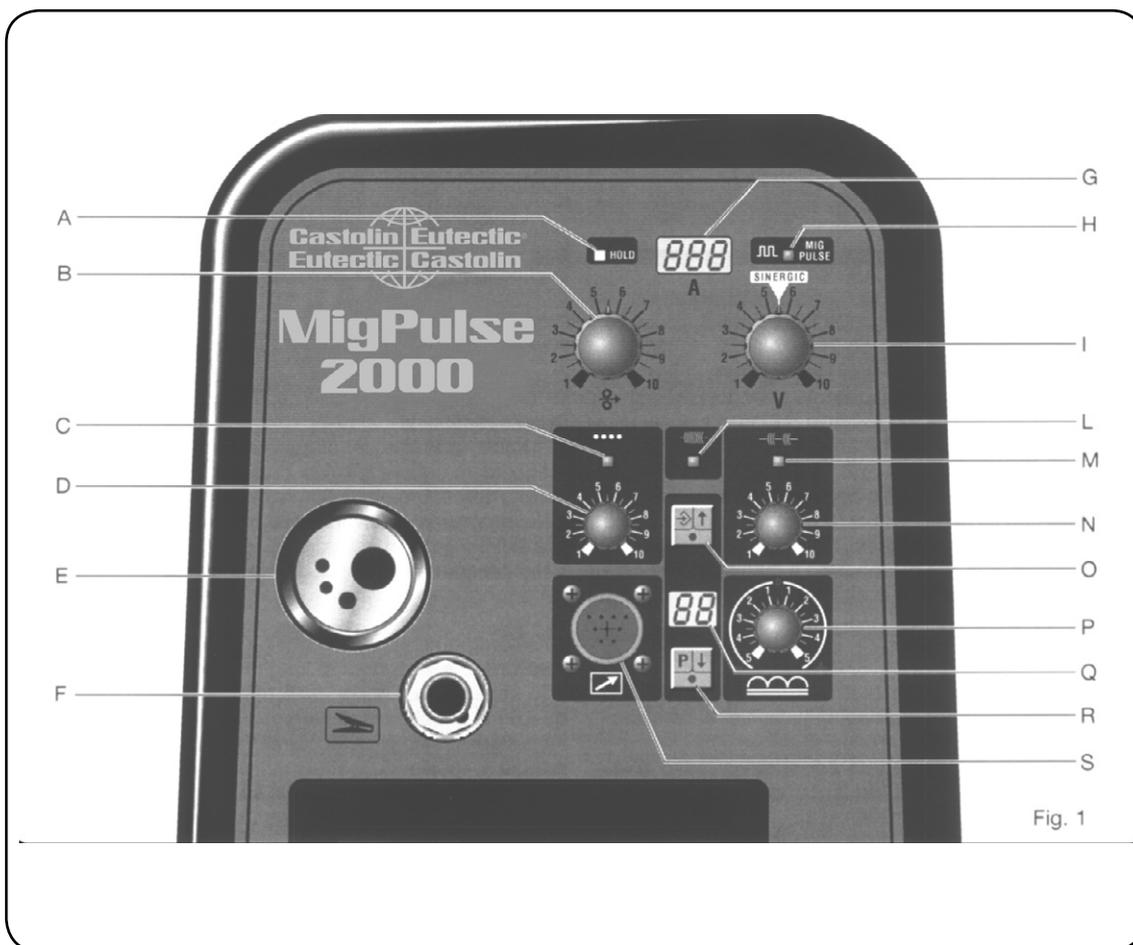

Fig. 1
3.2 Comandos colocados no painel anterior (fig. 1)